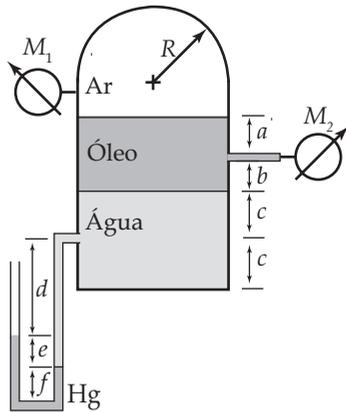

Figura Ep1.29
**Ep1.29** Na Figura Ep1.29,  $a = 1,0$  m,  $b = 0,8$  m,  $c = 1,6$  m,  $d = 1,4$  m,  $f = 0,5$  m e o desnível lido no manômetro em U é  $e = 0,8$  m. Considerando que o óleo tem densidade relativa igual a 0,82 e que o manômetro está a 20°C, pede-se para determinar a leitura dos manômetros  $M_1$  e  $M_2$ .
**Ep1.30** Na Figura Ep1.29,  $a = 1,0$  m;  $b = 0,8$  m;  $c = 1,6$  m;  $d = 1,4$  m,  $f = 0,5$  m e o desnível lido no manômetro é  $e = 0,8$  m. Suponha que o óleo tem densidade relativa igual a 0,82, o raio do tanque é igual a 0,8 m, o volume inicial de ar armazenado no tanque é igual a 2,5 m3 e o manômetro está a 20°C. Nessas condições, sabendo-se que a pressão atmosférica local é igual a 100 kPa, impedindo-se a entrada de ar no tanque e mantendo-se a temperatura no seu interior constante, drena-se água do tanque até que a leitura do manômetro seja reduzida a  $e = 0,6$  m. Pede-se para determinar as novas pressões indi-